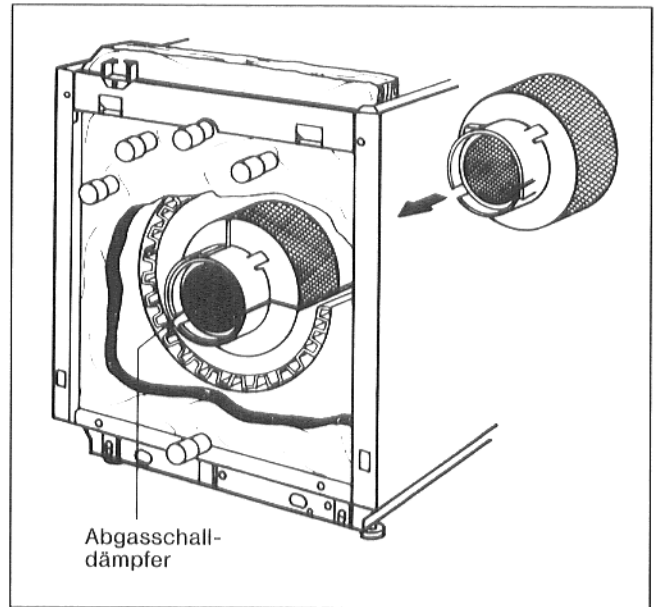

Abb. 22
- Abgasschalldämpfer (nur RE-Brenner) vom Brenn-raum aus in den Abgasstutzen einlegen (Abb. 22).
- Brennertür öffnen, Flammtopf und Schalldämpfer (nur RE-Brenner) aus dem Brennraum entnehmen (Abb. 22 u. 23).